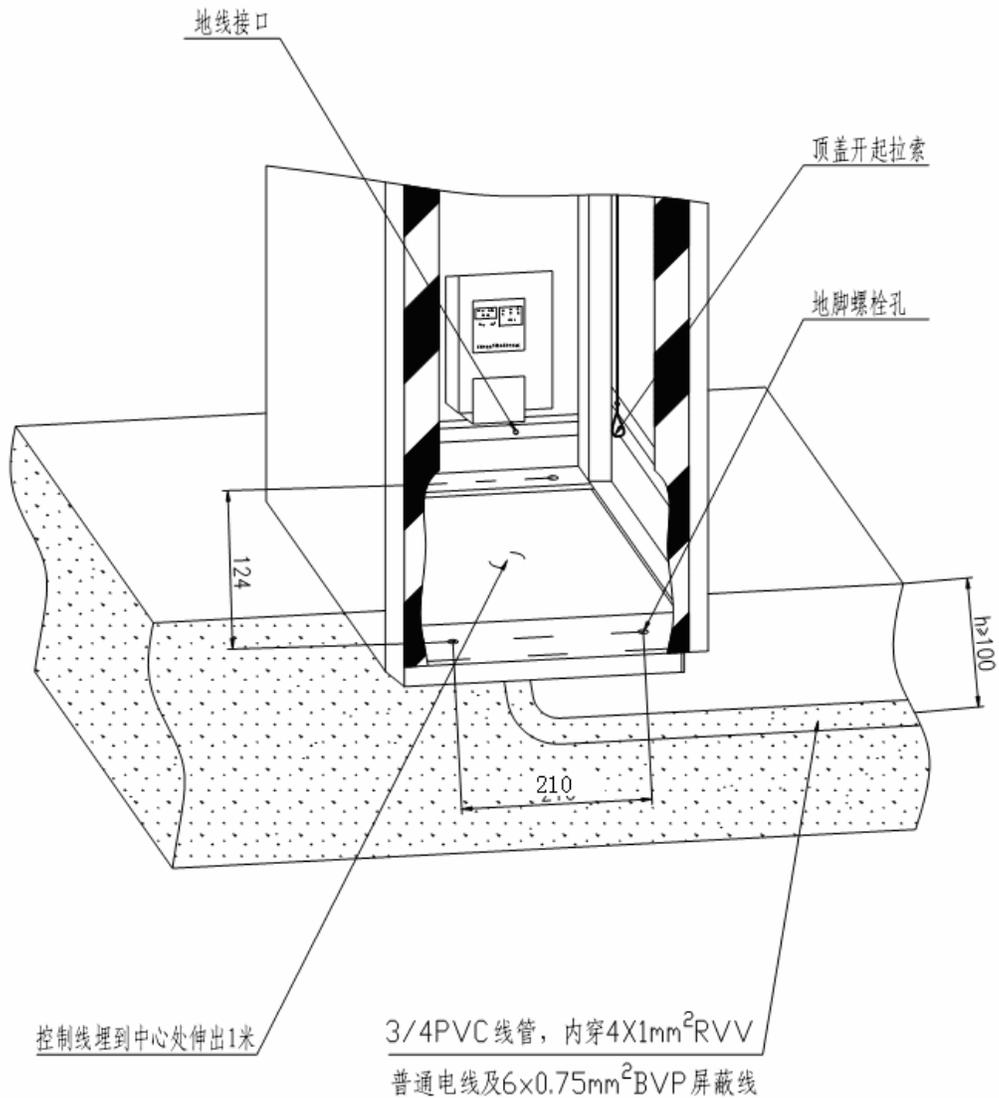

图 10 安装示意图
3) 确定 4 个地脚螺栓孔和控制线走线的位置，在主机安装位置处按下图 10 打上 4 个 M12 膨胀螺栓或用水泥埋上 4 个 M12 地脚螺栓；
! 地埋 PVC 线管深度应大于 60mm, 露出地面高度应大于 50mm, 且出口回弯, 以防止线管进水 (见图 10)。
地脚螺栓上(见图 10),把垫圈螺帽等拧上并紧固。
8) 按照系统接线图, 将电源线、控制线与道闸控制盒内的接线柱接好, 并接好系统的保护地线(见图 10 中的地线接口)。
9) 用手摇柄将闸杆摇到水平位置, 根据闸杆端的位置, 确定叉杆的安装位置, 埋上地脚螺栓或打上膨胀螺栓, 将叉杆固定好(见图 10)。
欲打开顶盖，则向下扳动机箱内右下边的扳手（见图 10），轻推顶盖右边即可拿下。欲合上顶盖，则将顶盖上的钩舌插入主机上的槽口，稍用力向下压顶盖，将顶盖上的槽口与主机上的锁钩扣上即可。